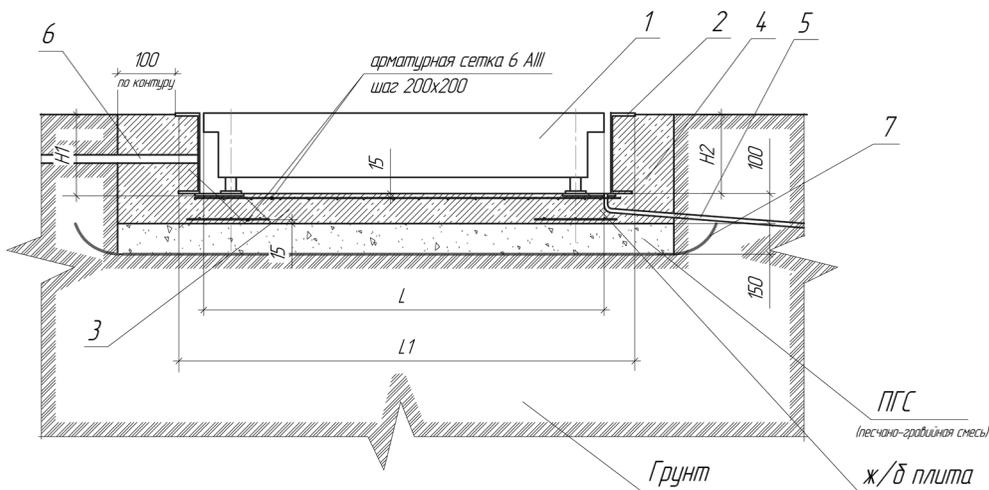

Рис. 4 Схема приямка
2.2.3.1 Схема приямка для установки весов ВСП4-В представлена на Рис. 4
2.2.3.5 После отвердения Ж/Б основания 3 установить раму 2 в приямок в соответствии с Рис. 4, а пространство между рамой 2 и стенками котлована заполнить бетоном. После отвердения бетонной рубашки 4 приступить к дальнейшей сборке весов.
2.2.3.8 Вернуть опоры 2 в резьбовые отверстия датчиков врезной платформы 1 таким образом, чтобы высота платформы 1, установленной на плоской поверхности, была бы равна глубине рамы 3 (размер Н2 на Рис.4). Установить на врезной платформе 1 рым-болты 5. Врезную платформу 1 необходимо расположить в раме 3 таким образом, чтобы сторона платформы 1, у которой находится вывод соединительного шнура 7, соответствовала стороне рамы 3, на которой находится отверстие 6 для вывода соединительного шнура 7.